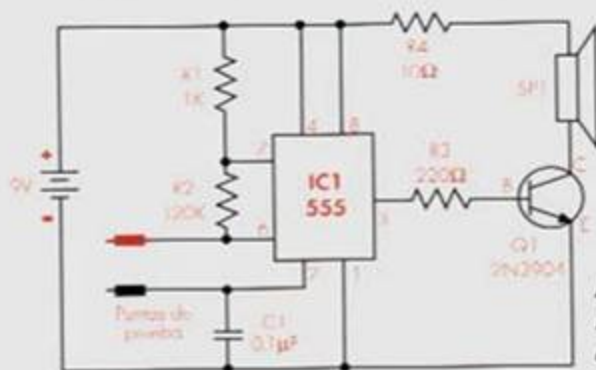

Figura 1.
- Arme en el protoboard el circuito que aparece en el diagrama esquemático de la figura 1. Puede usar como guía el diagrama pictórico. Recuerde que puede montar los componentes en cualquier orden, a excepción de la batería, la cual debe conectarse de último. Revise la orientación del circuito integrado de tal modo que sus pines no queden invertidos.